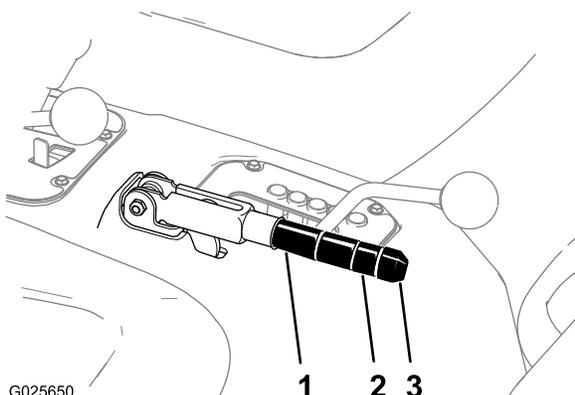

Figure 80
2. Desserrez la vis de fixation du bouton sur le levier du frein de stationnement (Figure 80).
3. Tournez le bouton (Figure 80) jusqu'à ce qu'une force de 20 à 22 kg soit nécessaire pour actionner le levier.
4. Resserrez la vis de maintien pour terminer (Figure 80).